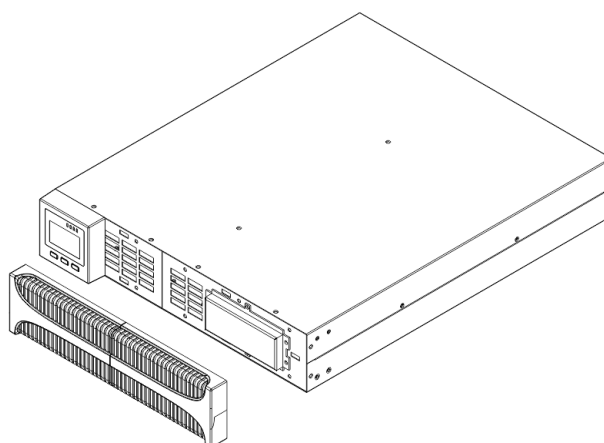

Figura 5.28: Remoção das proteções frontais
- Retire as proteções frontais plásticas conforme apresentado na Figura 5.28. São duas proteções para o modelo 3 kVA e quatro para os de 6 kVA e 10 kVA.